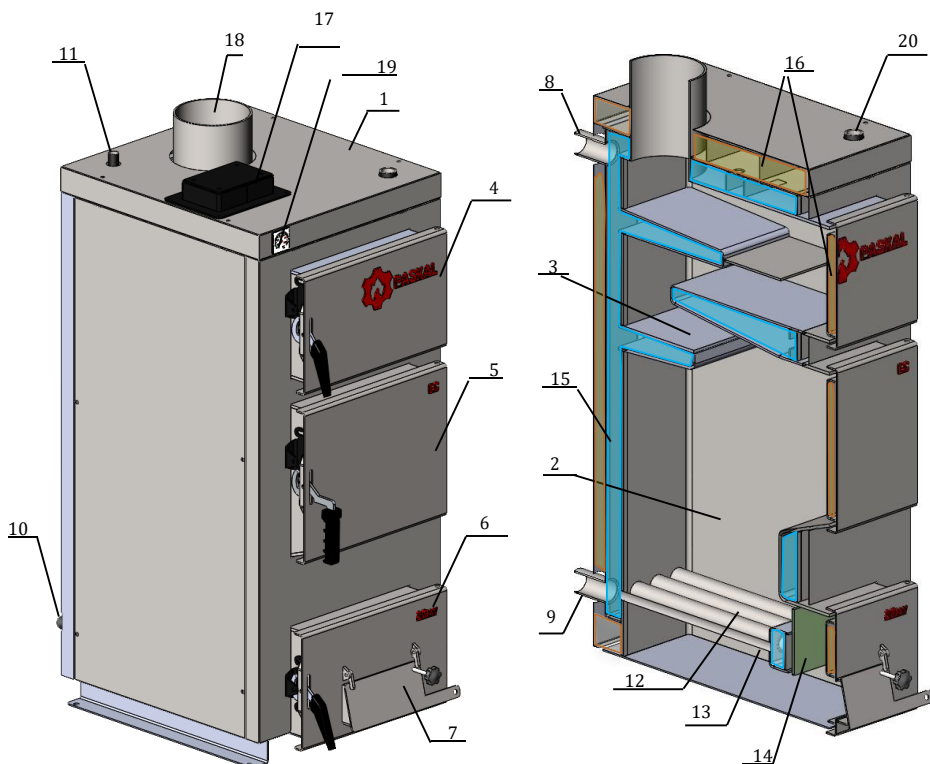

Рисунок 2 – Зовнішній вигляд та основні елементи котла ЕС (ЕСО)
Конструктивно котел являє собою збірно-зварену конструкцію, що складається з корпусу (поз. 1, рис. 2) з камерою згоряння (топкою) (поз. 2, рис. 2). Конвекційна частина котла складається з трьохходового теплообмінника (поз. 3, рис. 2), який розташований безпосередньо над топкою.
Корпус котла виконаний в формі паралелепіпеду з подвійними стінками, які розділені водними перегородками (поз. 15, рис. 2). На зовнішній поверхні корпусу під декоративною обшивкою та всередині двірцят закріплена теплова ізоляція. (поз. 16, рис. 2). Теплоізоляція в двірцятах виконана з керамоволокна, що використовується при футеруванні промислових термічних печей та має дуже низький показник теплопровідності.
Паливо для процесу спалення завантажується на колосникові ґрати (поз. 12, рис. 2) крізь завантажувальні двірцята (поз. 5, рис. 2). Згоряння палива в топці відбувається за участю повітря, яке постачається крізь вікно клапана подачі повітря (поз. 7, рис. 2), що закривається кришкою, під колосникові ґрати. Кількість повітря, необхідного для процесу згоряння, регулюється за допомогою механічного регулятора (не входить в комплект поставки). Також можливо під'єднання вентилятора до фланця (поз. 17, рис. 2). У такому випадку подача повітря для горіння буде відбуватись через внутрішні канали до повітряних форсунок, розташованих під колосниками (поз. 13, рис. 2)
Підведення і відведення теплоносія здійснюється відповідно через патрубки зворотної мережної води (поз. 9, рис. 2) і прямої мережної води (поз. 8, рис. 2).
Топочні гази виходять у димохід крізь боров (поз. 18, рис. 2), розташований у верхній частині котла.
У верхній частині корпусу котла розташований штуцер для встановлення запобіжного клапана котла (поз. 11, рис. 2). Запобіжний клапан не входить у комплект поставки.
Ревізійний двірцята (поз. 6, рис. 2), що розташовані на передній стінці котла, необхідні для періодичного чищення колосникових ґрат, а також для можливості спорожнення підколосникової зони.
Для можливості періодичного обслуговування (чищення) теплообмінника передбачені двірцята поз. 4 (рис. 2).
Приєднання котла до опалювальної системи необхідно здійснювати за допомогою фланців. Трубопровід прямої мережної води потрібно приєднати до патрубку прямої мережної води (поз. 8, рис. 2). Трубопровід зворотної мережної води потрібно приєднати до патрубку зворотної мережної води (поз. 9, рис. 2).
8.6.1 Провести завантажування палива в топку котла. Для цього відкрити завантажувальні дверцята (поз. 5, рис. 2) та укласти на колосникові грати (поз. 12, рис. 2) шар палива до меж нижньої кромки завантажувальних дверцят. На укладений шар палива розмістити розпалювальний матеріал: папір, тріски, дрова (у переліченій послідовності).
Для забезпечення герметичності дверцят поз. 4-7 (рис. 2) необхідно кожні два тижні змащувати ущільнюючі шнури дверцят графітним мастилом.
Перед повторним завантаження палива необхідно відкрити ревізійні дверцята поз. 6 (рис. 2), відкрити відбивач поз 16 (рис.2), та провести чистку колосникових ґрат за допомогою скребка. Закрити відбивач та дверцята поз. 6 (рис. 2). Потім відкрити завантажувальні дверцята та завантажити необхідну кількість палива. Повторити процедуру розпалювання (див. п. 8.6).